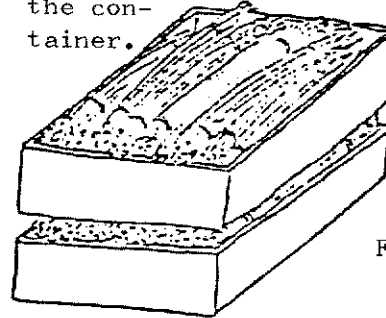
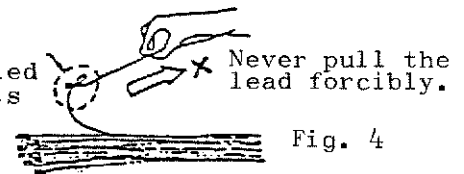
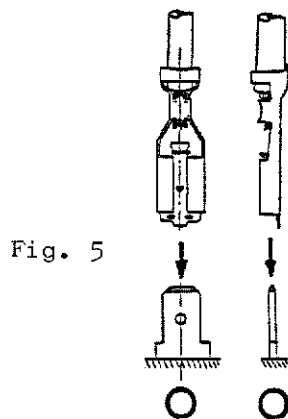

Fig. 3
Fig. 4
Fig. 5
- (2) When to extract tab from receptacle contact, first, depress lever down to unlock the contact mating, then, pull the receptacle straight back to yourself. Refer to Fig. 5, as the reversed action to mating as shown. Improper, forcing extraction or pulling back with "Kojiri" motions, will cause deformation of contact leaf, resulting defective contact termination when applied again for connection.
<p>C. 圧着品の取扱い</p>	<p>(1) 束線のために先端を揃える時、むやみにたたきつけるとレバー部分が変形してしまうことがあります。</p>  <p>Fig. 3</p> <p>(2) 箱入れの時には、乱暴に束を放り投げないように注意して下さい。圧着した電線束を箱の中に山積みした状態で箱を積み重ねると、端子に重みがかかりすぎ、レバー部分が変形してしまうことがあります。</p>  <p>Fig. 4</p> <p>(3) 束をほぐして電線を取り出す時に、端子同士がからんでしまった場合、無理に引き離すと端子が変形することがあります。からんだ場合は、端子を変形させないようにほぐして下さい。</p>  <p>Fig. 5</p>